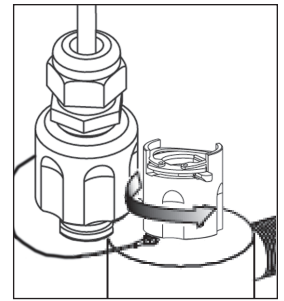
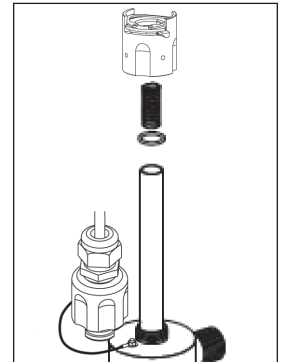

Figure 3A
Figure 3B
4. Enlevez l'écrou de presse-garniture en le tournant dans le sens inverse des aiguilles (figure 3A). Placez un seau sous la chambre à réaction pour attraper l'eau qui pourrait s'écouler du système. Tenez la chemise en quartz et retirez-la complètement de la chambre à réaction. Tout comme la lampe, assurez-vous de tenir la chemise bien droite lorsque vous la retirez de la chambre à réaction en évitant de la plier sur un angle pour ne pas l'endommager (figure 3B).